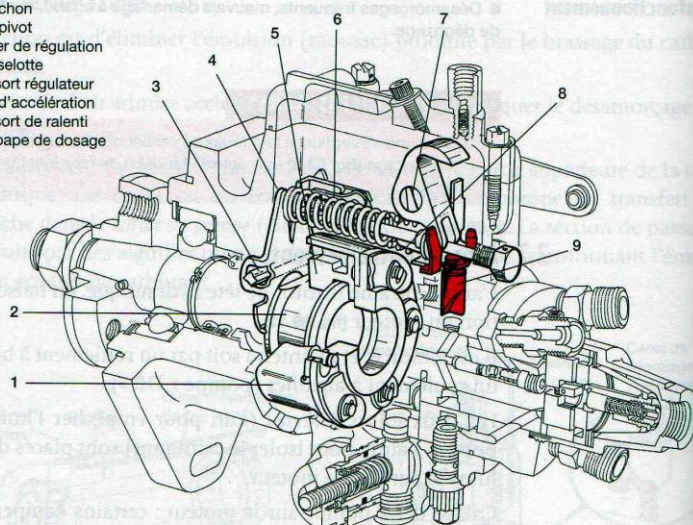

Figure 70.1. Régulateur mécanique de la pompe DM et DB
Le régulateur de la pompe DM, ou « DB » est de la catégorie « toutes vitesses » et comprend des *masselottes* (5) pivotant dans une cage (1) emmanchée à force sur le rotor. La force centrifuge fait basculer les masses vers l'extérieur ; le manchon (2) se trouve alors poussé contre le levier (4) qui, pivotant sur l'arête de l'axe pivot (3) commande, par l'intermédiaire d'une tringlerie, la *soupape de dosage* (9) (fig. 70.1 et 70.2).